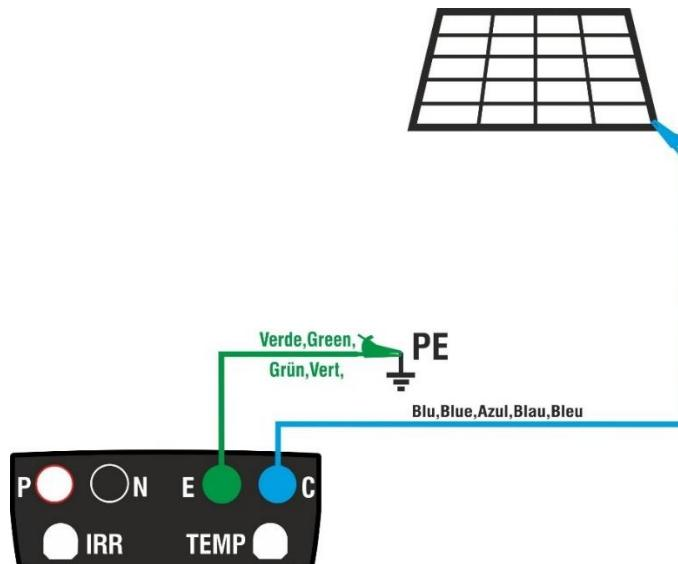

Fig. 6: Connexion de l'instrument pour la mesure de la continuité des structures des systèmes PV
- Connectez l'instrument au module/chaîne PV testé et au nœud de mise à la terre du système principal comme indiqué dans Fig. 6